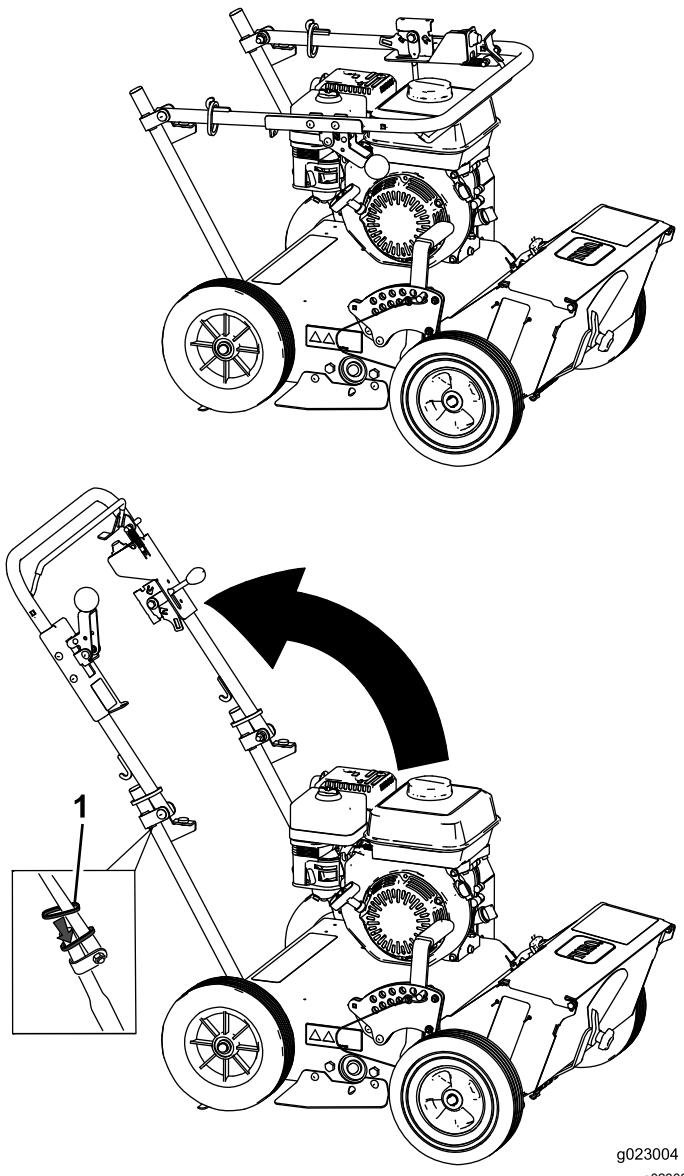

Figura 3
1. Eleve el manillar a la posición de operación (Figura 3).
2. Deslice los anillos de bloqueo ovalados por cada lado del manillar superior y sobre el manillar inferior (Figura 3) para unir ambas secciones del manillar.